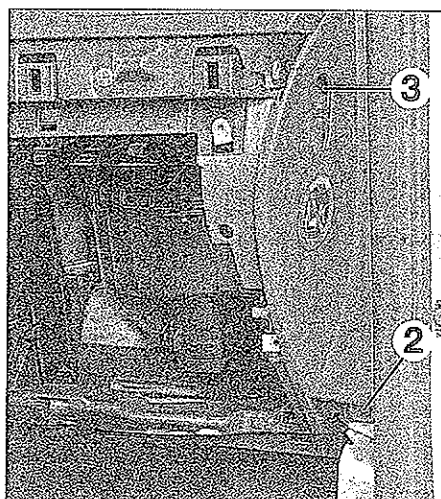
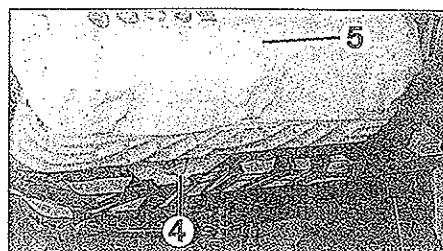

FIG. 10
FIG. 11
- el tornillo de fijación (2) inferior derecha de salpicadero (fig. 10).
- el tornillo (3) de fijación derecha del salpicadero.
- el tornillo de fijación (4) del airbag (5) (fig. 11).